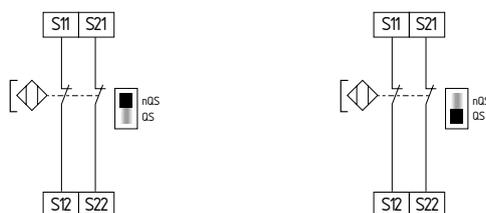

Fig. 14 Fig. 15
**Câblage à deux canaux d'interrupteurs de sécurité magnétiques selon EN 60947-5-3 (Fig. 14)**